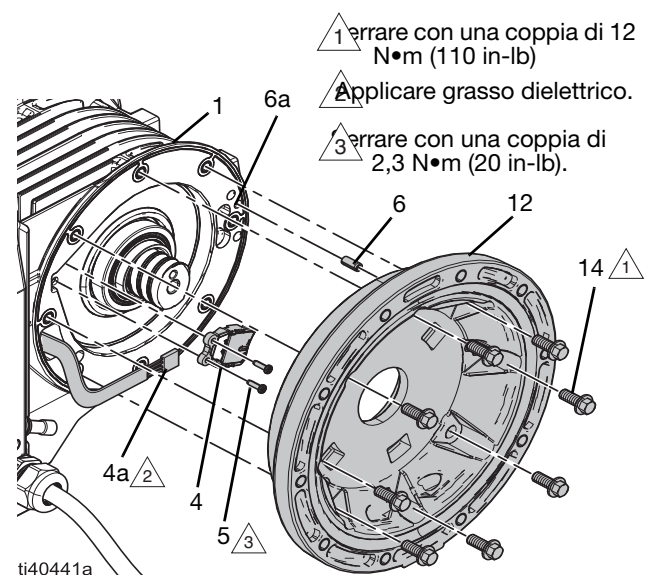

FIG. 17: Sensore motore
2. Installare con attenzione il cappuccio dello statore lato sensore (12):
- a. Installare la guarnizione (11) nel coperchio dello statore (12).
- b. Allineare il perno (6) nel cappuccio dello statore (12) con il foro del perno (6a) sull'alloggiamento dello statore (1) e inserire delicatamente il cappuccio dello statore (12). Assicurarsi che il cappuccio dello statore sia posizionato correttamente. Vedere FIG. 17.
Vedere FIG. 17 e FIG. 19.